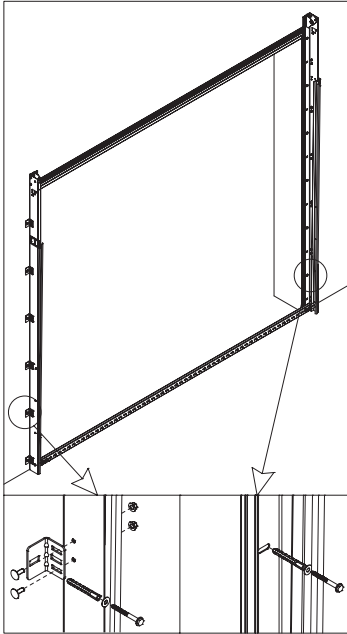
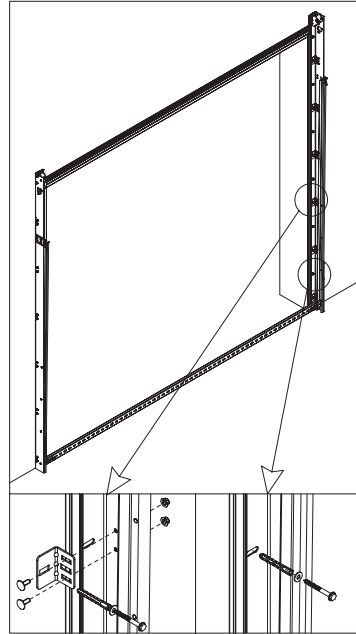

Рис. 9.1.
Рис. 9.2.
- 4) закрепить на стойках усиливающие боковые кронштейны при помощи болтов М6х16 с полукруглой головкой и гаек с буртиком. На рис. 9.1 показан вариант установки усиливающих боковых кронштейнов снаружи опорных стоек, на рис.9.2 – внутри.